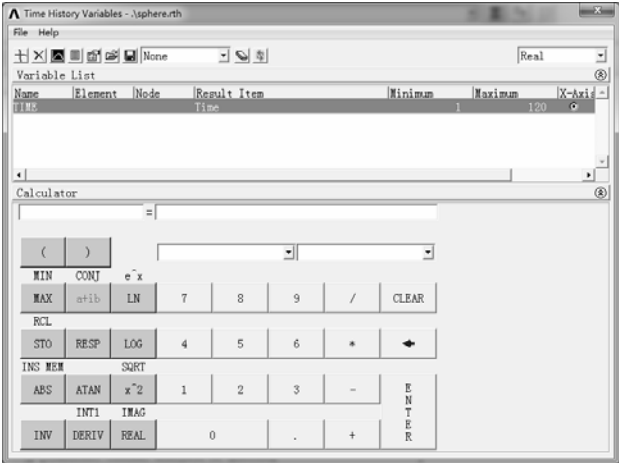

图 9-84 “Time History Variables” 对话框
1) 选择 “Main Menu>TimeHist Postpro” 命令，弹出 “Time History Variables” 对话框，如图 9-84 所示。